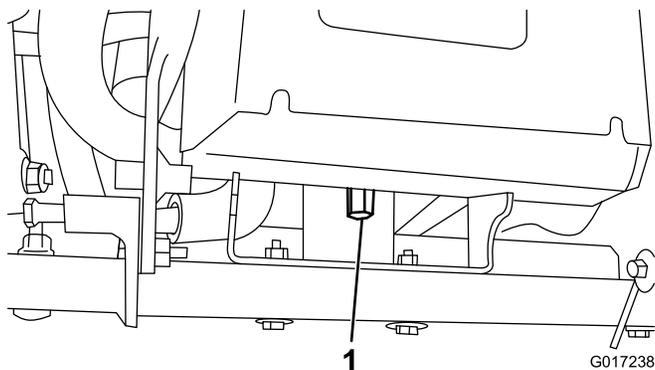

Figura 8
4. Retire a porca alta que prende a traseira da base da bateria à estrutura da máquina (Figura 8).